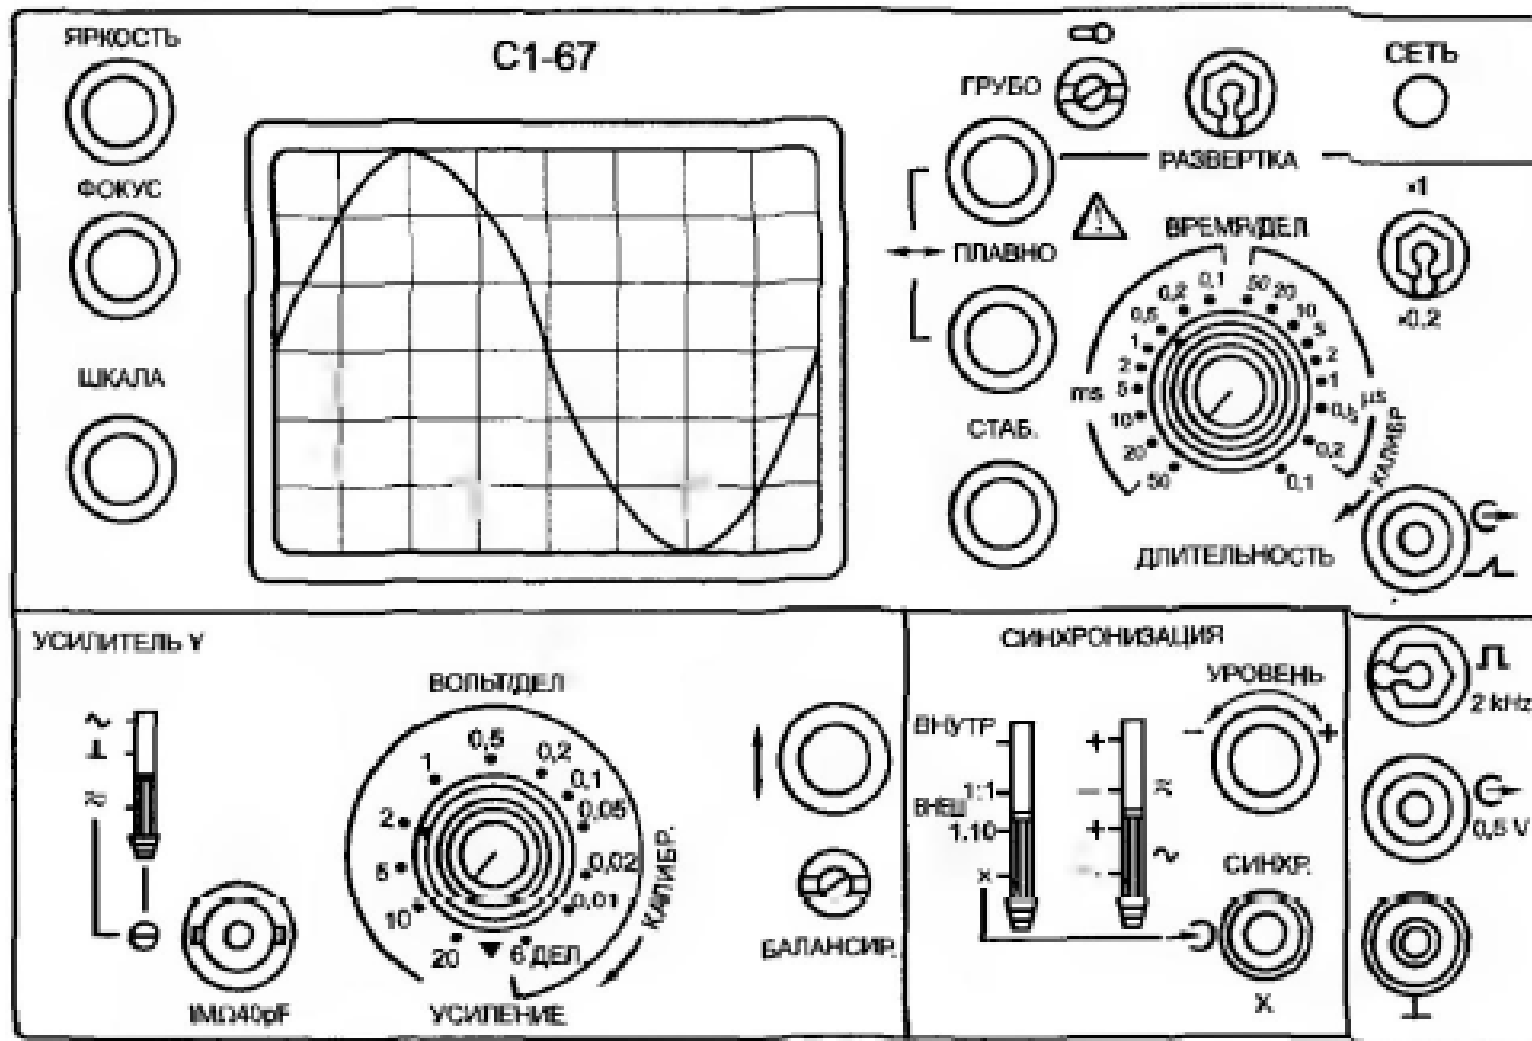

Рис. 7.1. Изображение лицевой панели прибора С1-67 с синусоидальным сигналом
**Пример 7.3.** Требуется определить параметры синусоидального сигнала (см. табл. 7.1) при следующих положениях переключателей и тумблера прибора, показанного на рис. 7.1: «Вольт/дел.» — 2; «Время/дел.» — 50 мс/дел.; тумблер «Развертка» —  $\times 0,2$ .